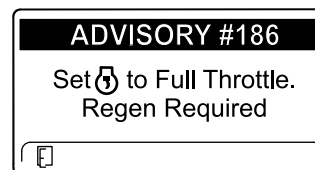

Figure 41
**Remarque:** Si la température d'échappement moteur est trop basse, l'InfoCenter affiche l'AVIS N° 186 (Figure 41) pour vous informer de régler le moteur à plein régime (ralenti accéléré).